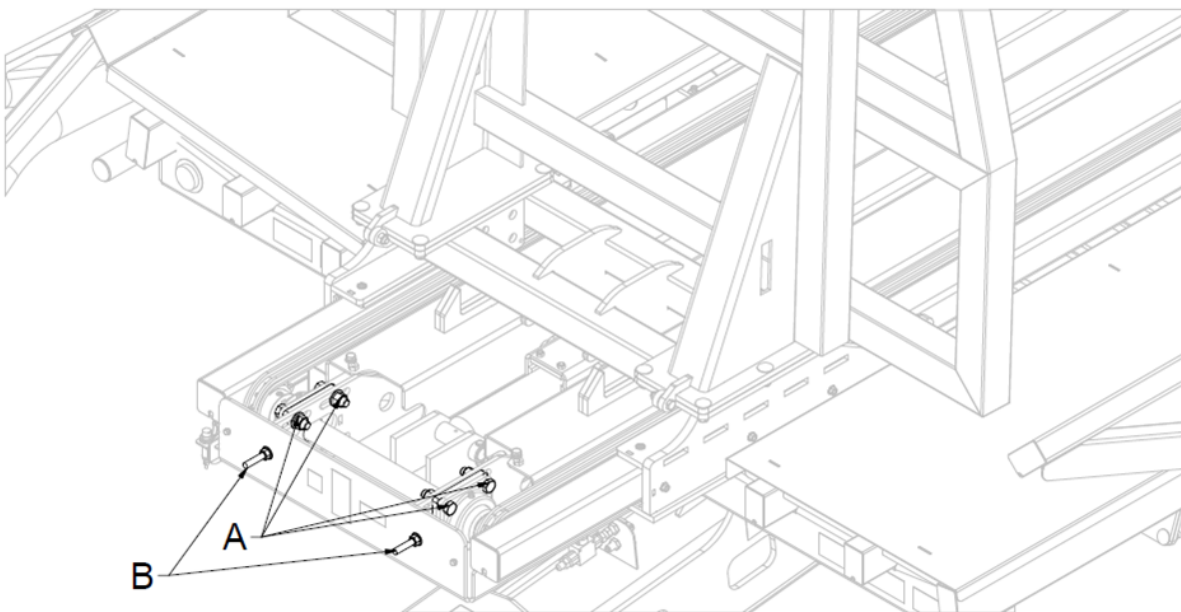

Figure 32 — Ajustement de la chaîne du poussoir
1. Desserrez les huit (8) boulons qui retiennent les roulements à billes (A Figure 32).
2. Resserrez les deux (2) écrous des boulons de tension situés à l'extrémité de la boîte (B Figure 32) jusqu'à obtenir la tension adéquate.
3. Resserrez à nouveau les huit (8) boulons qui retiennent les roulements à billes (A Figure 32).